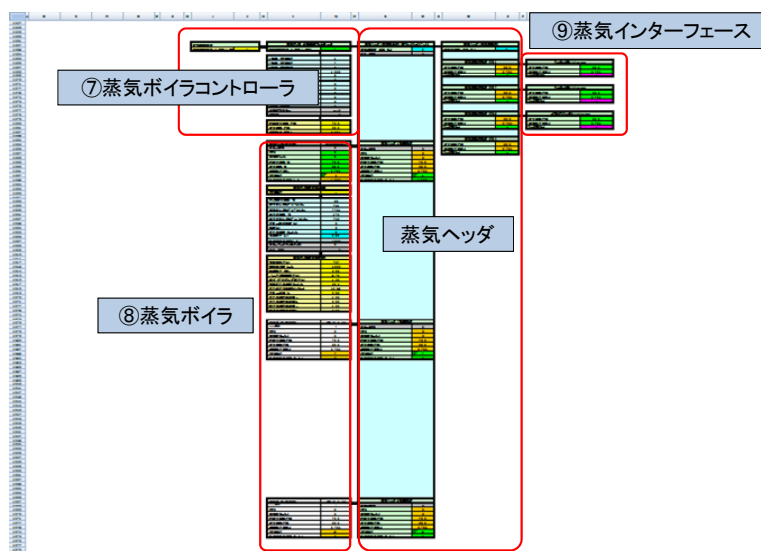

図 6.11 構築シートの全体構成
(2)-1 蒸気吸収冷温水機サブシステム、暖房熱交器(蒸気/温水)の構築(図 6.11 の①～③)
(2)-2 2次側システム、冷温水2次ポンプ、台数制御コントローラの構築(図 6.11 の④～⑥)
(3)-1 蒸気ボイラコントローラ(図 6.11 の⑦)
(3)-2 蒸気ボイラオブジェクト(図 6.11 の⑧)
(3)-3 蒸気吸収冷凍機インターフェース、暖房熱交器(蒸気/温水)インターフェース(図 6.11 の⑨)